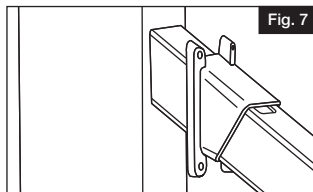
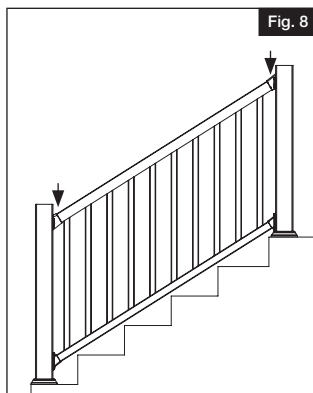

Fig. 7
Fig. 8
- c. Coloque el travesaño inferior entre dos postes y encima de los bloques espaciadores de madera (Fig. 7).
- d. Con una broca de 5/32", perforo el primer orificio de tornillo del soporte inferior. En ángulo, perforo a través del orificio del soporte, la funda del poste de vinilo y el inserto de vinilo (Fig. 8).
Taladre un orificio de 1/8" de diámetro a través del travesaño superior y del inserto de aluminio para cada uno de los lados de los soportes de travesaño superior únicamente. Fíjelos con los tornillos de cabeza plana #10 de 1" (Fig. 7).
Encaje dos cubiertas de tornillo en los soportes inferior y superior y encaje dos tapones de tornillo en cada soporte de travesaño superior (Fig. 8).
Deslice los soportes de escalera sobre los travesaños (Fig. 7), y coloque el tramo de travesaño entre los postes (Fig. 8).